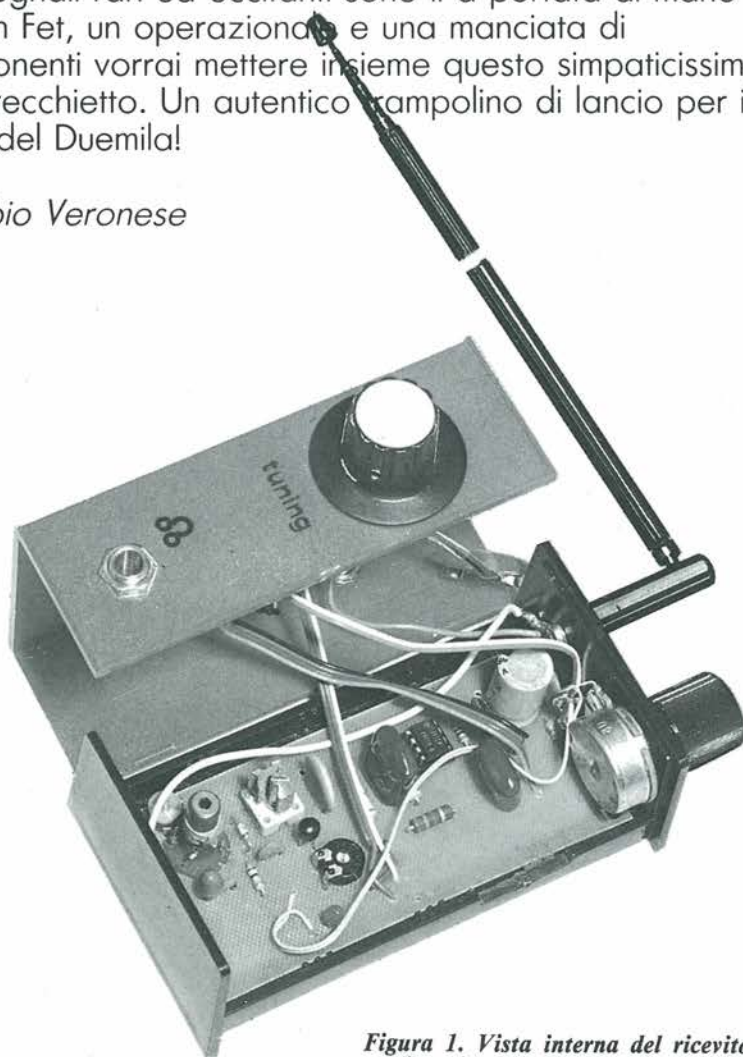

Figura 1. Vista interna del ricevitore a realizzazione quasi ultimata
– 5) Quando si misura una tensione o una corrente almeno fino a che non ci si è impradoniti della tecnica, fare sempre attenzione che le resistenze interne dello strumento non alterino mai (se non in maniera trascurabile) le caratteristiche del circuito in esame e se questo avviene tenerne il debito conto. Un esempio per chiarire possiamo vederlo in figura 1.
Schemi fondamentali in figura 1/a.